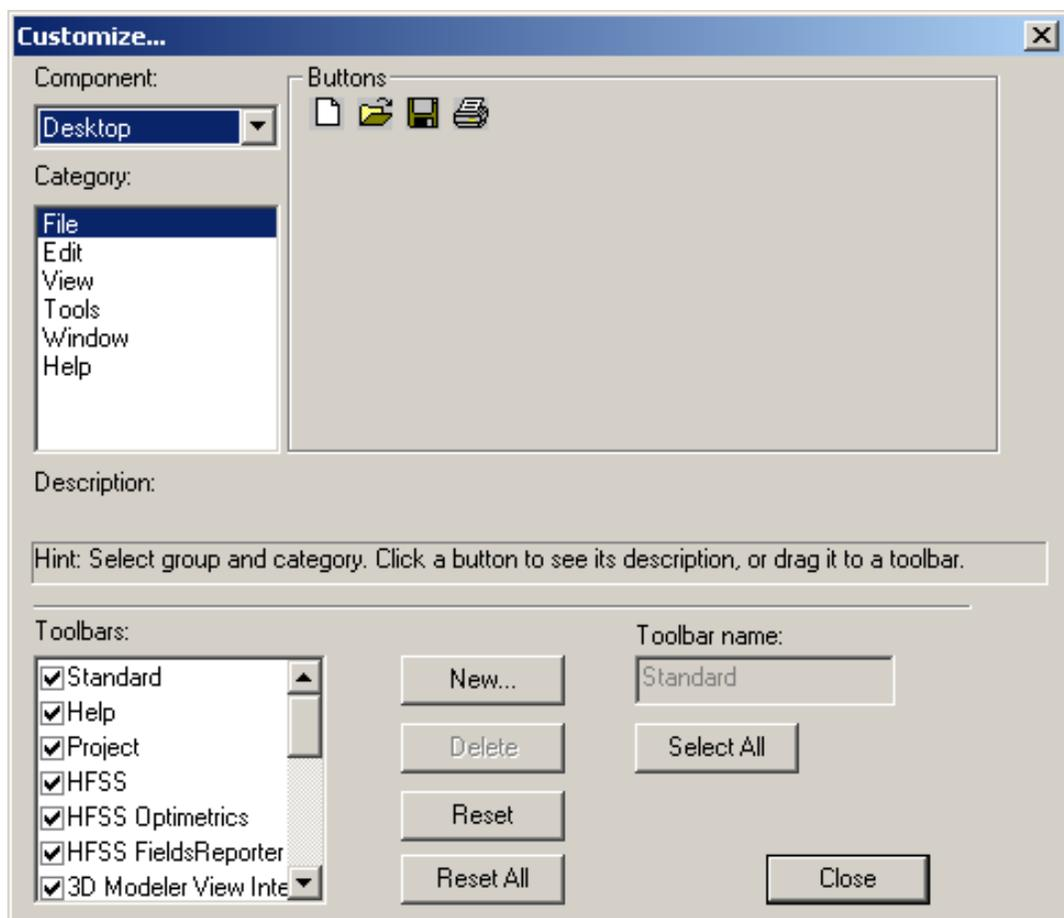

Рис. 1.2. Окно выбора и настройки интерфейса HFSS
- Правой кнопкой мыши щелкните по любой кнопке на панели инструментов, и выберите в выплывающем меню пункт **Customize** (рис. 1.2).